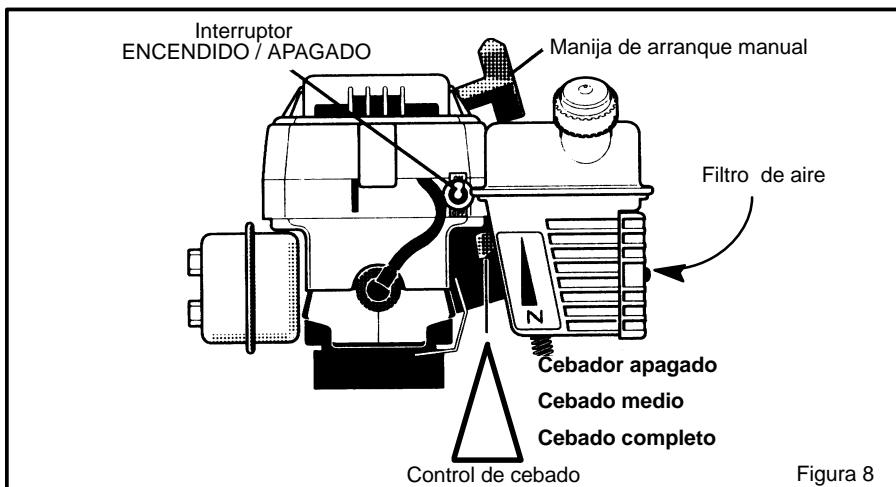

Figura 8
2. Mueva el interruptor de ENCENDIDO/APAGADO a la posición ENCENDIDO (Figura 8).